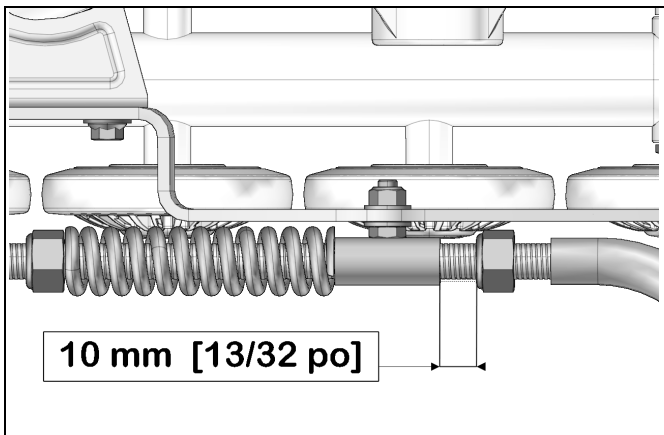

Figure 13
- **IMPORTANT** : Contre-vérifier la distance minimum de 10 mm [13/32 po] entre l'écrou et le guide du bras stabilisateur. Réajuster au besoin. Voir la Figure 13.